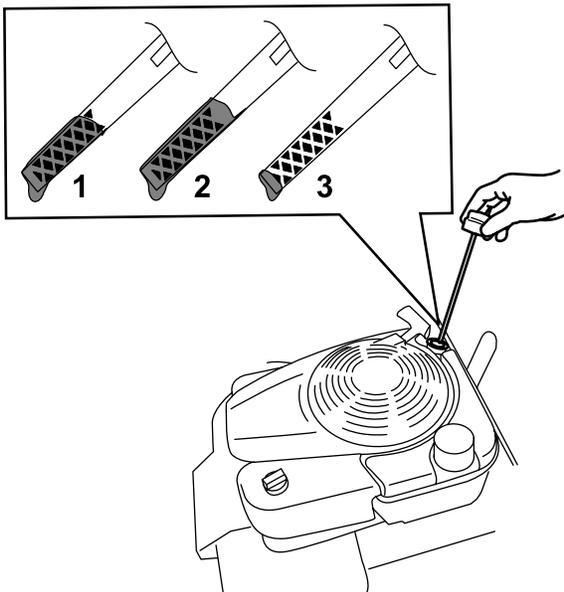

Bild 30
3. Entfernen Sie den Peilstab, indem Sie den Deckel nach links drehen und herausziehen (Bild 30).
10. Lesen Sie den Ölstand am Peilstab ab (Bild 30).